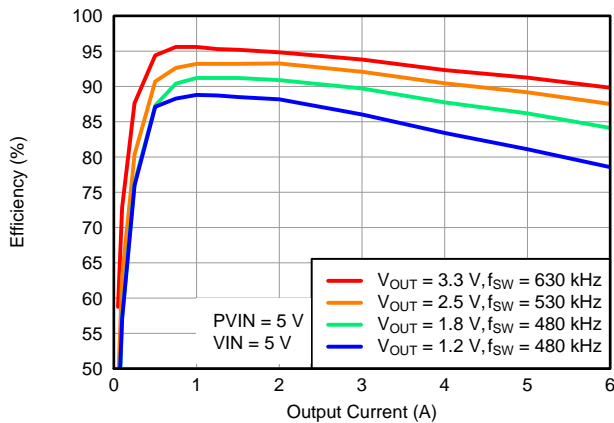
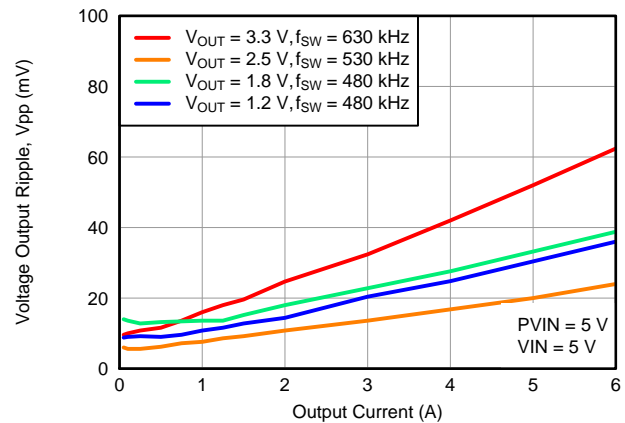
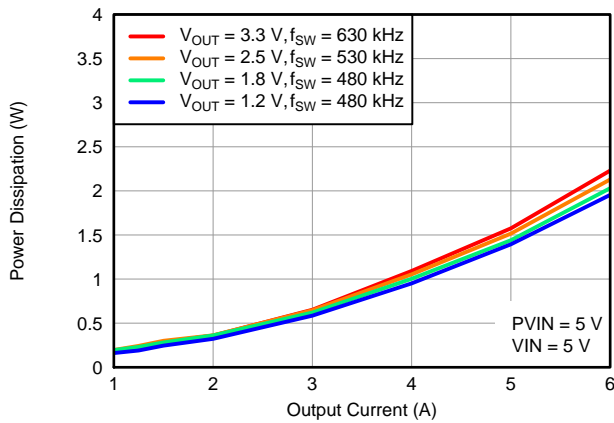

Abbildung 6. Wirkungsgrad/ Ausgangsstrom
Abbildung 7. Spannungswelligkeit/ Ausgangsstrom
Abbildung 8. Wärmeableitung/ Ausgangsstrom
- (1) Die elektrischen Eigenschaftsdaten wurden anhand von bei 25 °C tatsächlich getesteten Produkten entwickelt. Diese Daten gelten für den Wandler als typisch. Gilt für Abbildung 6, Abbildung 7 und Abbildung 8.